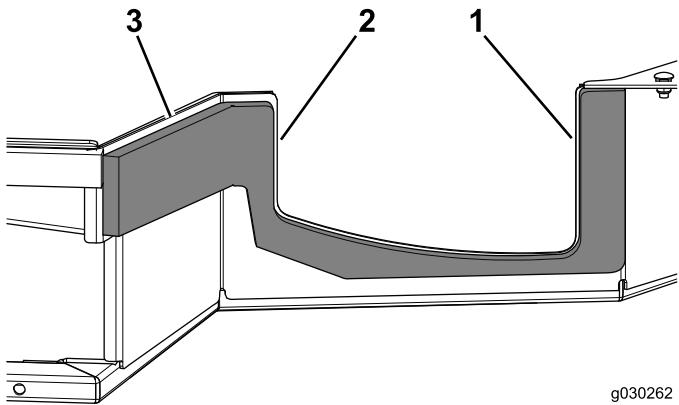

Figure 11
- 6. Utilisez les dimensions indiquées à Figure 11 pour placer le joint.